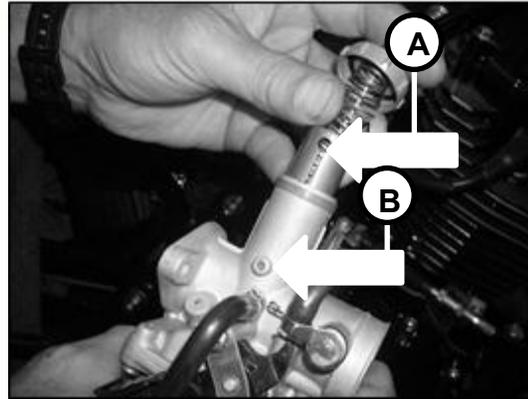

Fig.2.37
- Alinear la ranura [A] de la cortina con la guía [B] del carburador. Fig.2.37.